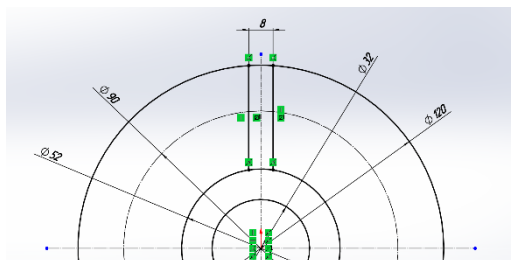

Рис. 17
7. Будемо дві вертикальні лінії згідно до завдання. Якщо одразу не вдалося побудувати вертикальні лінії, то треба буде ще раз натиснути відповідну лінію й через контекстну панель інструментів (з'явиться праворуч від лінії) обрати взаємозв'язок **Вертикальність** . Накладаємо взаємозв'язок **Симетричність** відносно вертикальної осі симетрії. Для цього потрібно натиснути на перший відрізок, далі затискаємо клавішу **Shift** й тиснемо на другий відрізок і ось симетрії. Активується панель властивостей де можна обрати відповідний взаємозв'язок **Симетричність** або через контекстну панель інструментів обрати . Далі підтверджуємо вибір натиснувши кнопку **Ок** . Програма автоматично розташує відрізки симетрично відносно осі. Проставити розміри (рис. 17).